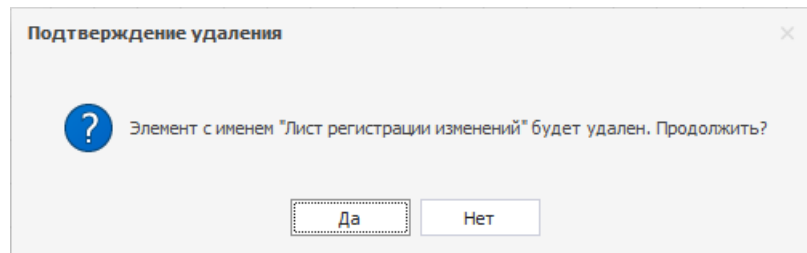

Рис. 74 Подтверждение удаления
3. В окне «Подтверждение удаления» нажмите «Да» для подтверждения удаления атрибута, либо «Нет» для отмены действия, Рис. 74.